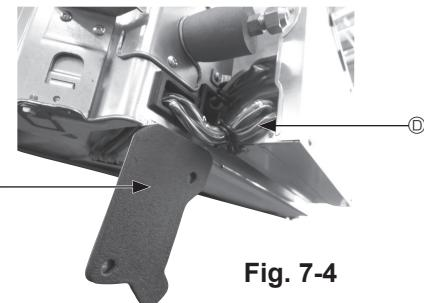

Fig. 7-4
- ① Retire os dois parafusos que seguram a tampa dos fios da unidade principal e, em seguida, abra a tampa.
- ② Passe os fios do i-see Sensor e do receptor de sinal pelas entradas de fios na caixa dos componentes elétricos, tal como exibido no diagrama, e à volta dos casquilhos existentes na parte lateral da unidade principal. (Fig. 7-4)